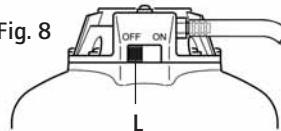

Fig. 8
- By-pass sur OFF (Fig. 8-L), le DOSATRON est arrêté et n'aspire pas le produit.